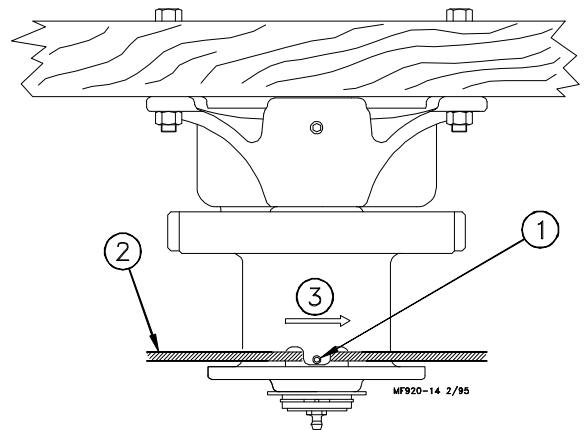

Figura 7. Instalación de cable del malacate (vista del final)
4. Pasar el cable por el resalto ubicado en la parte inferior del tambor del malacate. Apretar el tornillo con punta plana para fijar el cable al tambor. Ver la Figura 7.